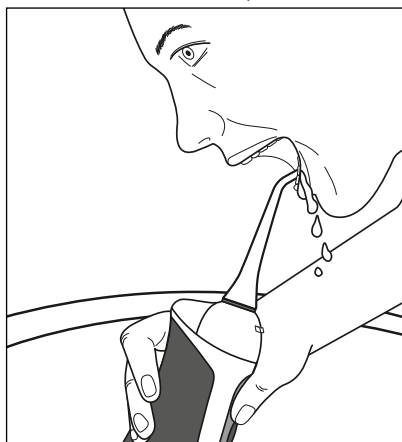

Fig. 1
❶ Nota
- ▶ Durante l'utilizzo assicurarsi di nonappare con le dita le aperture d'ingresso dell'aria ❹ del lato posteriore dell'apparecchio portatile ❺.
- ▶ Se durante l'utilizzo si tiene l'apparecchio portatile in posizione troppo inclinata ❺, può fuoriuscire acqua dalle aperture d'ingresso dell'aria ❹.
- ▶ L'apparecchio portatile ❺ si spegne automaticamente dopo circa 50 secondi (jet)/circa 60 secondi (normal)/circa 70 secondi (soft) anche se nel serbatoio dell'acqua ❸ si trova ancora acqua.
- 4) Infilare l'accessorio **2** nella bocca per evitare spruzzi d'acqua. Piegarsi sul lavabo e tenere l'apparecchio portatile **5** possibilmente verticale (vedere fig. 1). L'ugello **1** dell'accessorio **2** è diretto sui denti/spazi interdentali.